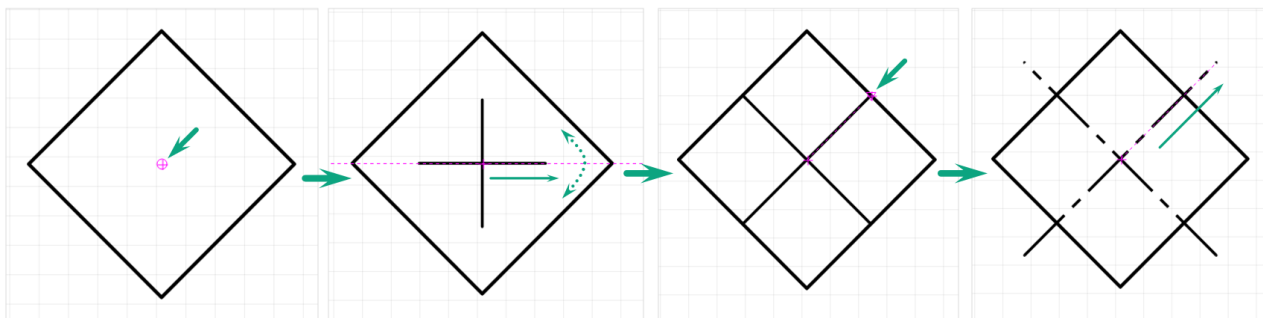

Рис. 443 Поворот центральной линии
5. Изменение угла центральной линии возможно после начала размещения и до определения конечной точки с помощью перемещения курсора, см. Рис. 443.